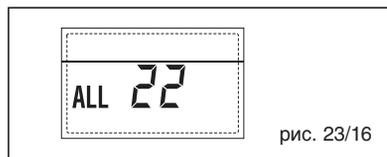

рис. 23/16
– НЕПОЛАДКА ПОЛОМКИ ДАТЧИКА ПОДАЧИ ВТОРОЙ СМЕШАННОЙ ЗОНЫ “ТРЕВ 23” (рис. 23/17)